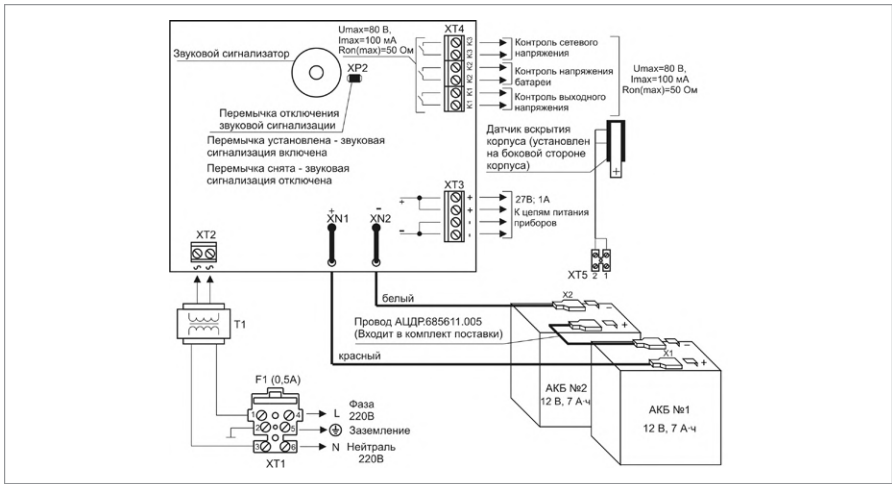

Рисунок 17. Схема подключения РИП-24 исп.12 (РИП-24-1/7М4-Р)
1.5. Схемы подключения РИП-24 исп.11 (РИП-24-3/7М4-Р) и РИП-24 исп.12 (РИП-24-1/7М4-Р) приведены на Рисунок 16 и Рисунок 17 соответственно.
1.12. Проверьте правильность произведённого монтажа в соответствии со схемой подключения (Рисунок 16 и Рисунок 17).
2.10. Отключите обе АКБ от платы РИП, отсоединив контакты Х1, Х2 от клемм АКБ (см. Рисунок 16 и Рисунок 17).